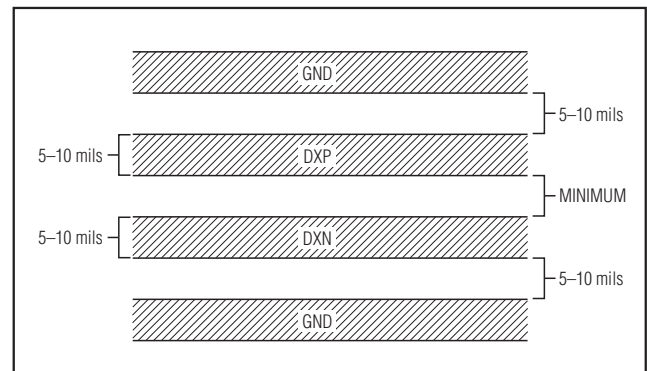

図5. 推奨されるDXP-DXNのPCB配線。DXNとDXPの配線の近くを高電圧の配線が通ることになる場合は、両側に2本のガード配線を配置することが推奨されます。
- 3) DXPとDXNの配線は、互いに平行に、極めて接近して配置してください。平行なトレースの各ペアを、個々のリモートダイオードに配線する必要があります。これらのトレースは、より高電圧の配線(+12VDCなど)から離してください。DXPからグランドへの20MΩの漏洩経路によって約+1℃の誤差が生じるため、PCBの汚れによる漏れ電流に注意して対処する必要があります。高電圧のトレースが避けられない場合は、GNDに接続されたガード配線をDXP-DXNトレースの両側に配置してください(図5)。